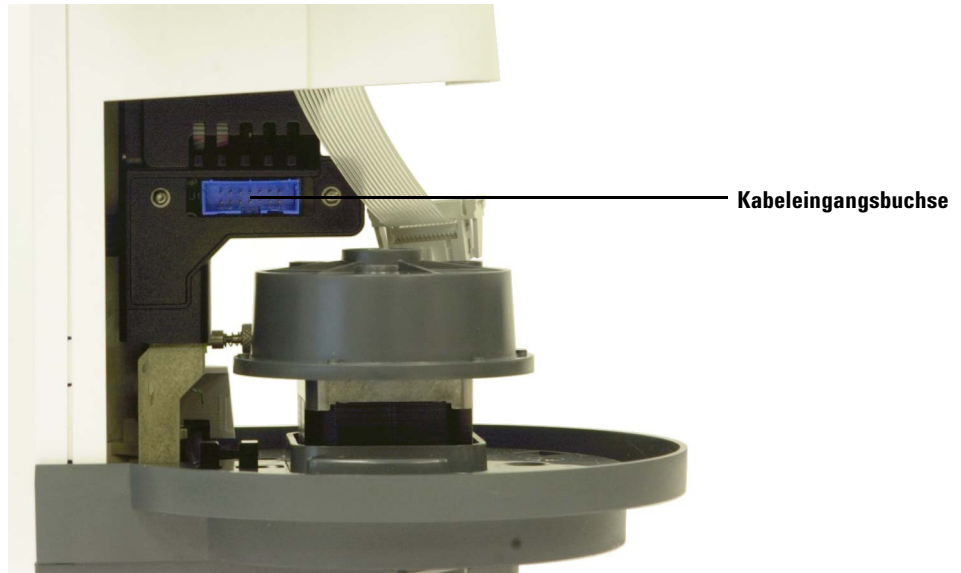

Abb. 106 Zugreifen auf die Kabeleingangsbuchse
- 13** Schieben Sie die Spritzenträgerbaugruppe vollständig nach unten, bis die Kabeleingangsbuchse auf der Baugruppe unter dem Turmgehäuse zugänglich ist (Abb. 106).